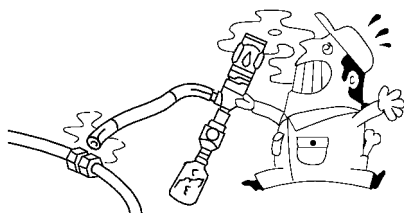

图 19-23 用高压储气筒型渗漏检测仪器的注意事项
- (5) 在使用高压储气筒型渗漏检测仪器时应注意，如图 19-23 所示。